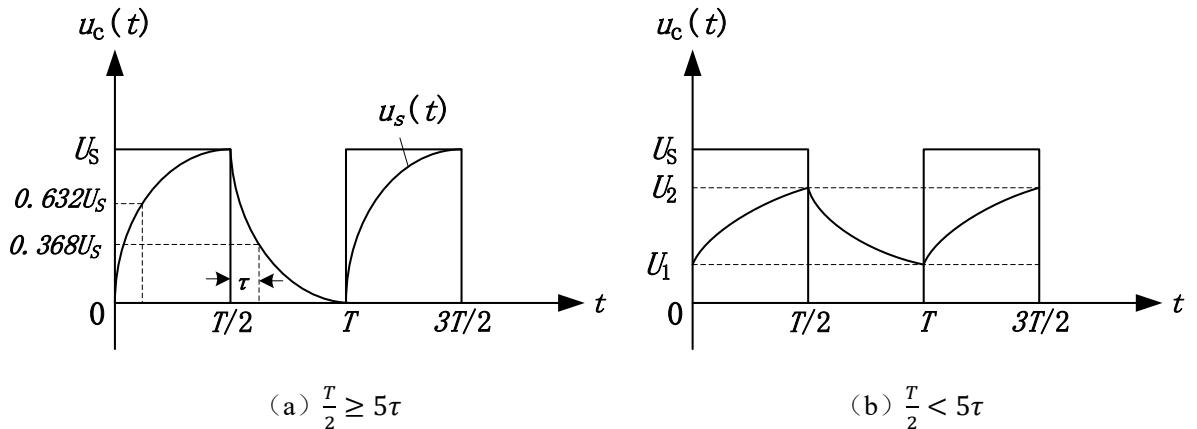

图 3 方波响应
从图 3 (a) 可以看出, 充电曲线对应电路的零状态响应, 放电曲线对应电路的零输入响应。方波响应是零状态响应和零输入响应的多次过程。因此, 可以用方波响应借助示波器来观察和分析零状态响应和零输入响应, 并从中测出时间常数  $\tau$ 。对于充电曲线, 幅值由零上升到终值的 63.2% 所需的时间为时间常数。对于放电曲线, 幅值下降到初值的 36.8% 所需的时间为时间常数。
②当方波的半个周期等于甚至小于电路的时间常数时, 电容每次充、放电的暂态过程尚未结束, 又开始新一次的充放电暂态过程。这样, 充放电过程都不可能完成, 如图 3 (b) 所示, 充放电的初始值可以用以下公式求出: